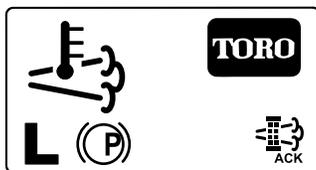

Figura 67
8. El InfoCenter muestra la pantalla de inicio y aparece el icono de Regeneración aceptada (Figura 67) en la esquina inferior derecha de la pantalla mientras se realiza la regeneración.